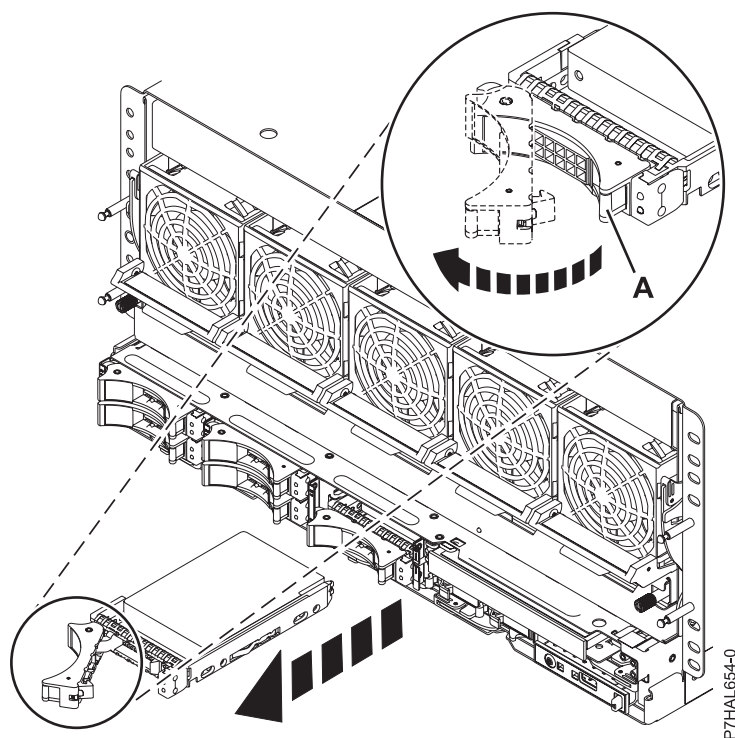

Figura 34. Extracción de una unidad de disco del sistema
1. Desbloquee el asa de la unidad ejerciendo presión y tirando de ella hacia usted, como se ve en Figura 34 en la página 57. Si el asa no está extendida del todo, la unidad de disco o la unidad de estado sólido no se puede deslizar hacia fuera del sistema o de la unidad de expansión.